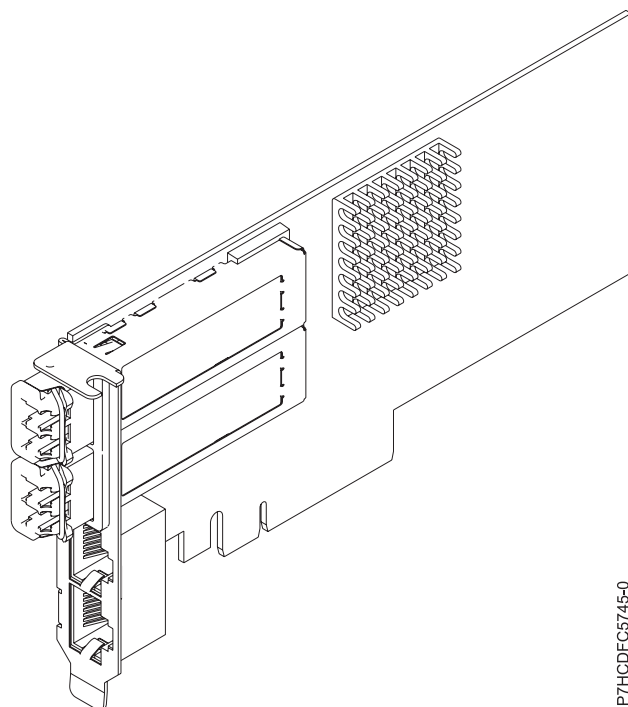

Figura 34. Adaptador FC EN0K
L'adaptador de quatre ports proporciona dos ports twinaxials de coure de 10 Gb FCoE i dos ports RJ45 Ethernet d'1 Gb. Els dos ports FCoE de 10 Gb es connecten mitjançant connectors FCoE de tipus petit (LC). Cada port FCoE proporciona connectivitat Ethernet amb una velocitat nominal de dades de 10 Gbps (gigabits per segon). Cadascun dels ports d'1 Gb proporciona connectivitat d'Ethernet a una velocitat de dades d'1 Gbps i es connecta amb cables Ethernet. No s'admet una velocitat de dades de 10 Mb. A Figura 34 a la pàgina 97 es mostra l'adaptador FC EN0K.